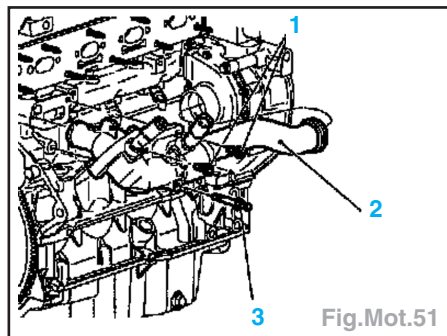

Fig.Mot.51
- par le haut, le tube (2) (Fig.Mot.51).